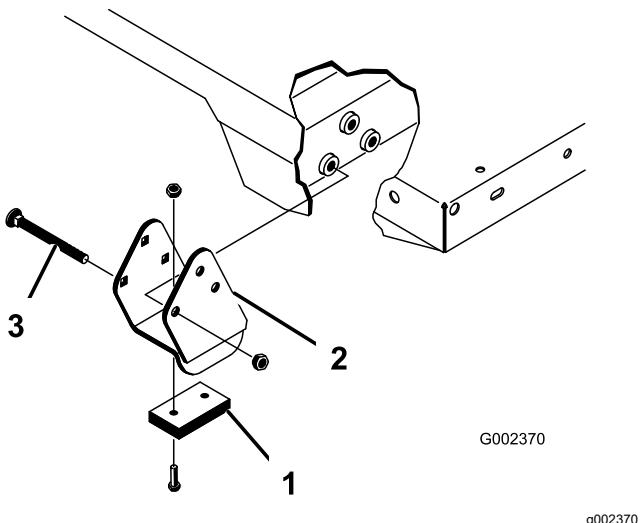

Figura 35
Nota: Assicuratevi che le staffe distanziali e i blocchi di usura (Figura 35) siano installati con le teste dei bulloni a testa tonda posizionate verso l'interno della macchina.
2. Collocate con delicatezza il pianale sul telaio della macchina, allineando i fori delle piastre orientabili sulla parte posteriore del pianale ai fori sul profilato posteriore del telaio e installate 2 perni con testa e 2 acciarini (Figura 35).
4. Inserite il perno con testa dall'esterno del pianale, con l'acciario posto sull'esterno (Figura 35).